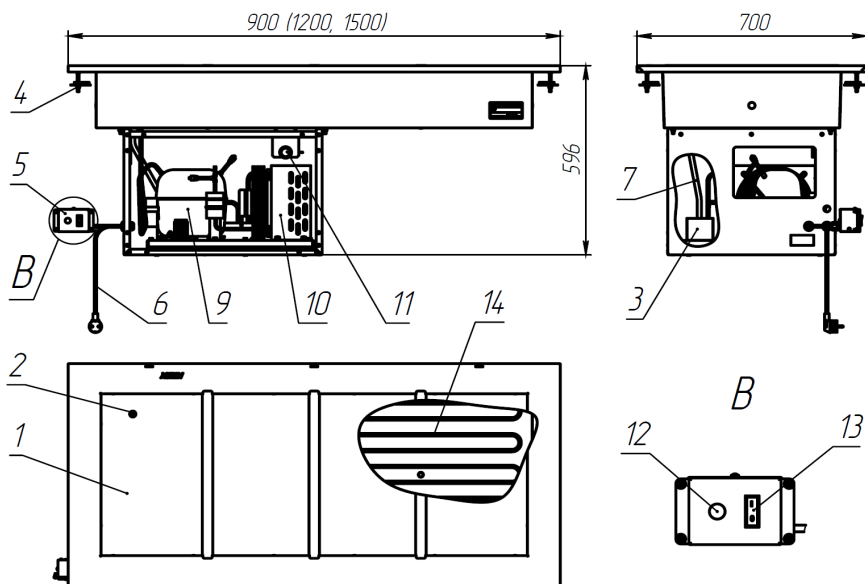

Рис.1
1.3.2.1 Изделие, см. рисунок 1, представляет собой ванну 1 с прикрепленным к ней испарителем 14, который ее охлаждает. В зависимости от условий эксплуатации изделия (температура, относительная влажность и т.д.), возможна корректировка режима охлаждения с помощью терморегулятора 11, расположенного в верхней части агрегатного отсека. Понижение температуры обеспечивается поворотом ручки терморегулятора 11 по часовой стрелке. В нижней части агрегатного отсека установлены компрессор 9 и конденсатор 10 холодильной установки. Включение изделия осуществляется при помощи пульта управления 5, с установленным на нем выключателем 13, лампа 12 сигнализирует о том, что изделие находится под напряжением. Сетевым кабелем 6 изделие подключается к электросети. Планки 4 предназначены для фиксации изделия к столешнице. Для слива конденсата из ванны 1 предусмотрен сливной штуцер 2. Конденсат по трубке 7 поступает в лоток 3, расположенный в агрегатном отсеке, в котором происходит испарение накопившегося конденсата.